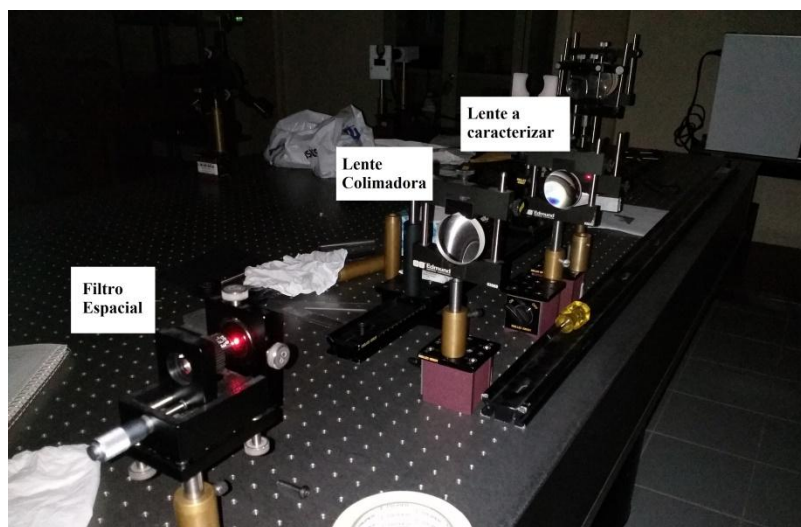

Figura 4. Sistema para la medición de la distancia focal.
2. Colocar la lente al sistema colimador a una corta distancia, cuidando que el haz de luz cruce por la parte central de la lente a caracterizar como se puede apreciar en la figura 4.